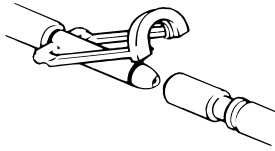

Figura 4-21: Clik-Tite abierta
- a. Si tiene mangueras con conectores de tipo Colder, acople la manguera adaptadora auxiliar (8001-999-016). Asegúrese de que los conectores **Clik-Tite** estén abiertos (Figura 4-21 de la página 4-37).
- b. Si tiene mangueras **Clik-Tite**, asegúrese de que los conectores y las pinzas estén abiertos (Figura 4-21 de la página 4-37).